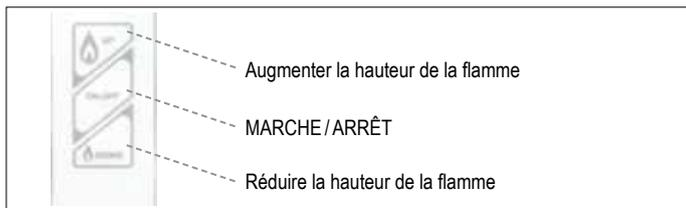

Figure 19: Pavé de touches / Commutateur mural
- Appuyer sur le bouton **ON-OFF** (voir figure 19, page 12) jusqu'à ce que deux bip courts (version CE, AGA) ou un bip continu (version CSA) confirment que la séquence de début a commencé; relâcher le bouton.